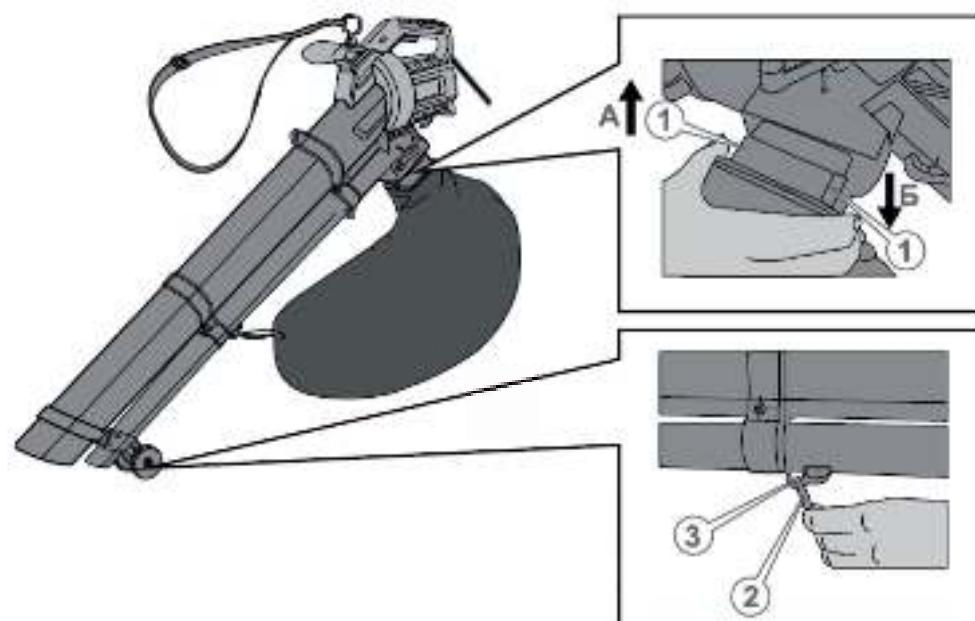

Рис. 4
**Установка мешка мусоросборника (рис. 4)**
1. Нажмите на фиксаторы (1) на разъеме мешка и с небольшим усилием надавите на разъем мешка в направлении стрелки (A) до появления характерного щелчка, чтобы фиксаторы надежно вошли в пазы на корпусе силового агрегата. Не рекомендуется прилагать чрезмерные усилия при установке мешка. Если мешок подсоединяется с трудом, значит, либо действия по установке выполняются неправильно, либо в пазы корпуса попал мусор.
3. Для удобства работы наденьте петлю мешка (2) на крючок, расположенный на выдувной трубе (3).